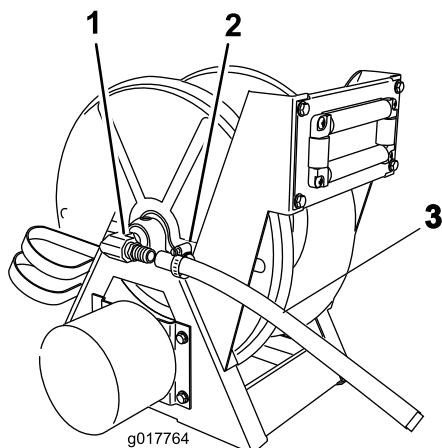

Bild 18
20. Schieben Sie eine Schlauchklemme über das Ende des Schlauchs und befestigen Sie das Schlauchende an der rechtwinkligen Schlauchzahnung an der Schlauchtrommel (Bild 18).